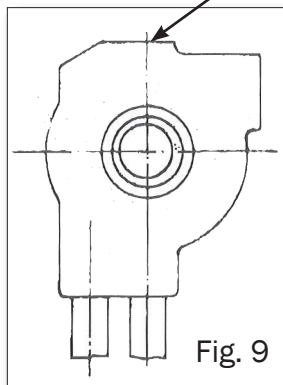

Fig. 9
9. Juster ved behov oljetilkobling på koblingsdekselet, se fig. 9 eller fig. 10.